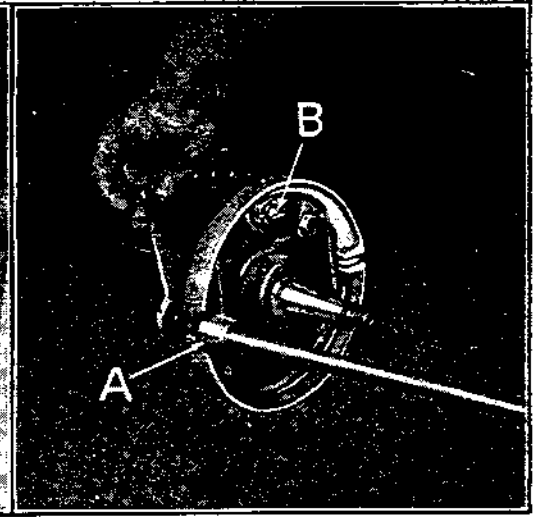

Fig. 55
- d) Démontez le segment de frein en dévissant le boulon de fixation. (Voir A, fig. 55.) A cet effet, desserrer l'écrou et le tenir immobile avec une clé pendant que le boulon est dévissé de la façon montrée ci-dessus.